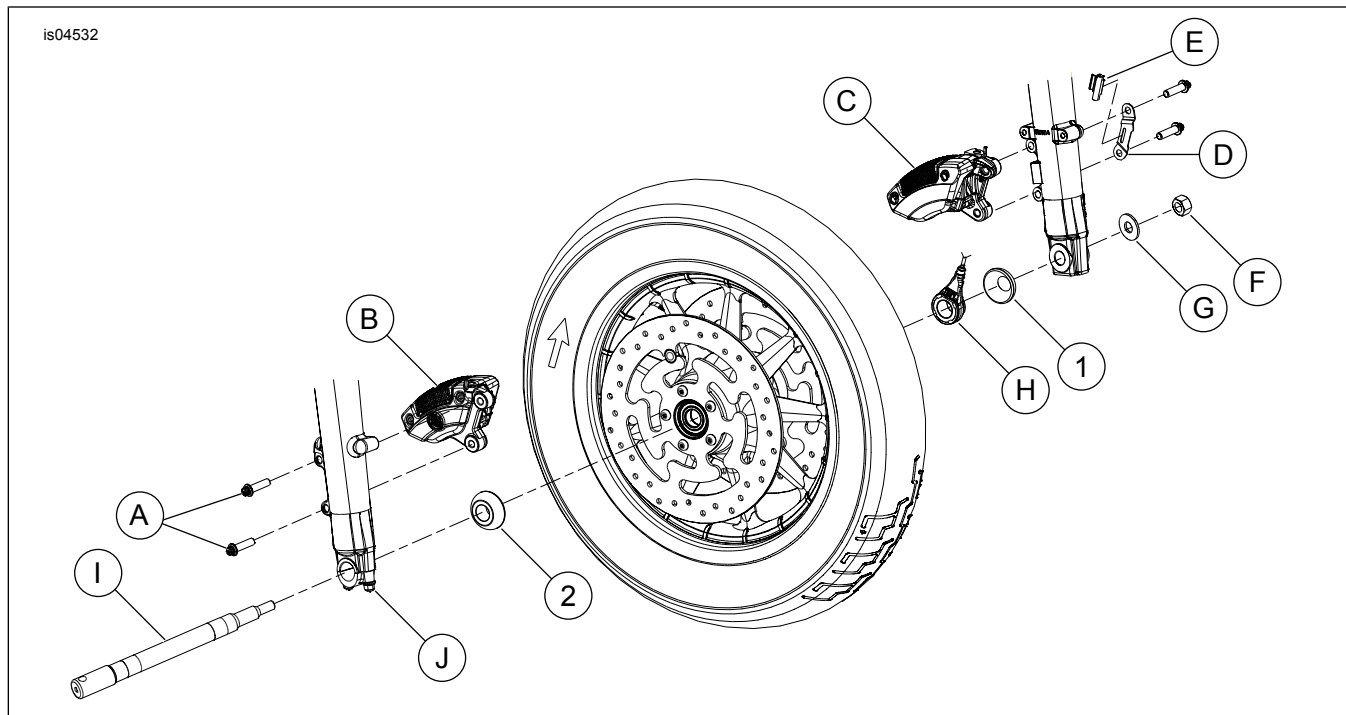

Figura 4. Piezas de servicio: kit de espaciador cromado para la rueda delantera
Vea la Figura 4 y la Tabla 1
4. Extraiga ambos pernos superior e inferior de montaje (2) de las lengüetas de la pata izquierda de la horquilla delantera para soltar el conjunto de la mordaza del freno, la pieza de soporte del cable del sensor (D) y la presilla (E) (vea la Figura 4).
7. Vea la Figura 4 y la Tabla 1. Inserte un destornillador o una varilla de acero a través del agujero en el eje del lado derecho del vehículo. Mientras sostiene fijo el eje, extraiga la tuerca del eje (F) y la arandela plana (G) en el lado izquierdo.
8. Afloje dos tuercas del sujetador del eje (J) en la parte inferior de la pata en el lado derecho de la horquilla.